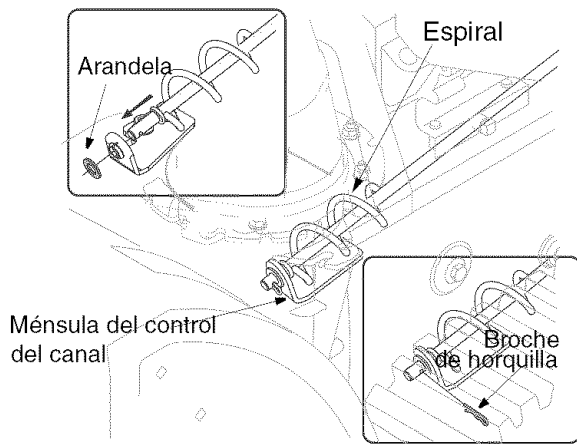

Figura 5
8. Inserte el extremo del control direccional del canal en el orificio del soporte del control del canal, y alinee sus espirales con los dientes del montaje del canal de descarga. Vea la Figura 5.
9. Asegure el control direccional del canal a la ménsula con la arandela plana y el broche de horquilla. Vea la Figura 5.